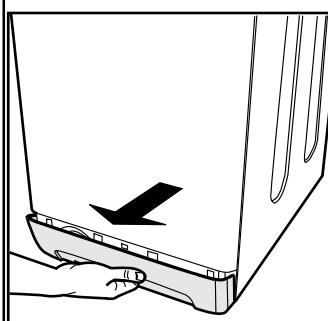
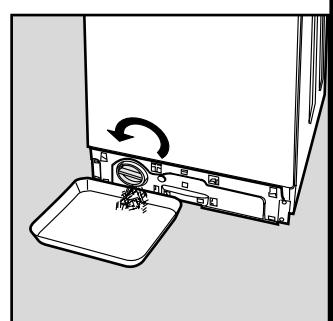

Рис. 1
Рис. 2
Слегка нажмите на большую кнопку на передней стороне распределителя и вытяните его вверх (рис. 1).
- модель стиральной машины (Mod. ...) и заводской номер (S/N), указанные в информационной табличке, расположенной в нижней части цоколя (рис. 1).
Чтобы вынуть фильтр, снимите панель внизу машины (рис. 1). Поверните крышку фильтра против часовой стрелки (рис. 2), извлеките и осмотрите фильтр.